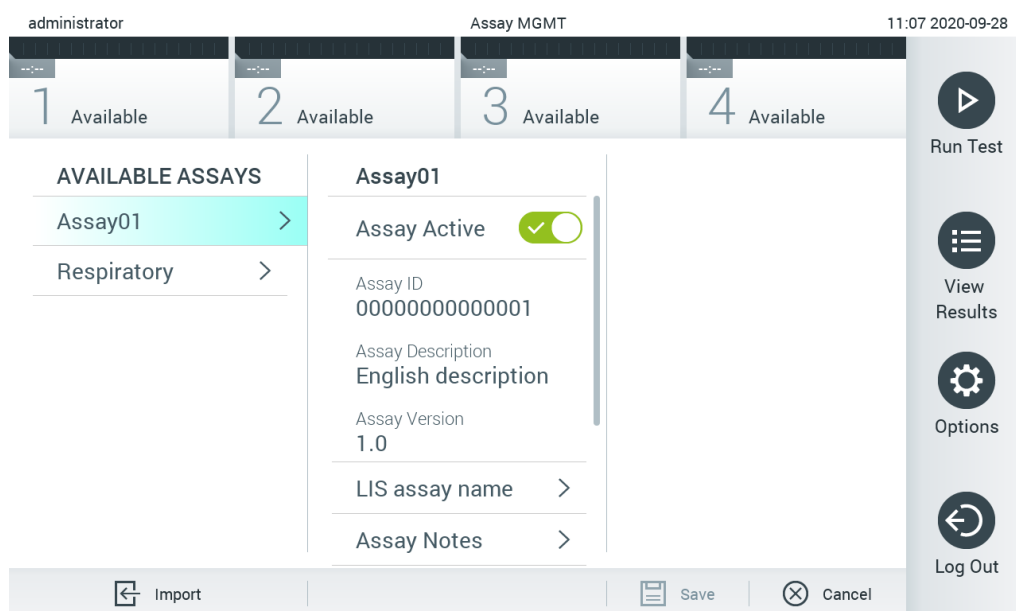

Рис. 67. Активація аналізу.
7. Аналіз стає активним, якщо натиснути кнопку **Assay Active** (Аналіз активний) (рис. 67).